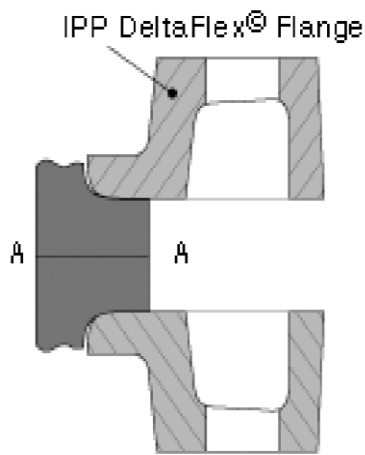

Fig.1 HDPE Stub-end
1. Pakningsområdene på begge kontaktflater må justeres mot hverandre slik at gummi pakningen dekker det riktige område og flatene treffes parallelt mot hverandre med full kontakt. (se linjene) A–A, B–B, C–C in Fig. 1 og 2).